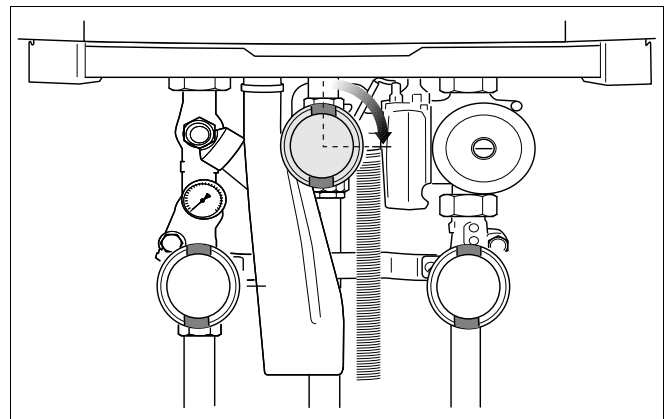

Fig. 66 Gaskraan sluiten
- Sluit de gaskraan (→ fig. 66).
- Wanneer er geen lucht meer ontsnapt, gaskraan sluiten (→ fig. 66, pag. 51).